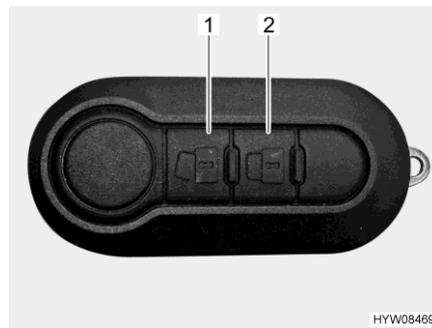

Bild 49 Fernbedienung Zentralverriegelung (2 Tasten)
- Türen entriegeln: ■ Taste  (Bild 49,1) einmal kurz drücken. Die Türschlösser sind entriegelt.
- Türen verriegeln: ■ Taste  (Bild 49,2) einmal kurz drücken. Die Türschlösser sind verriegelt.